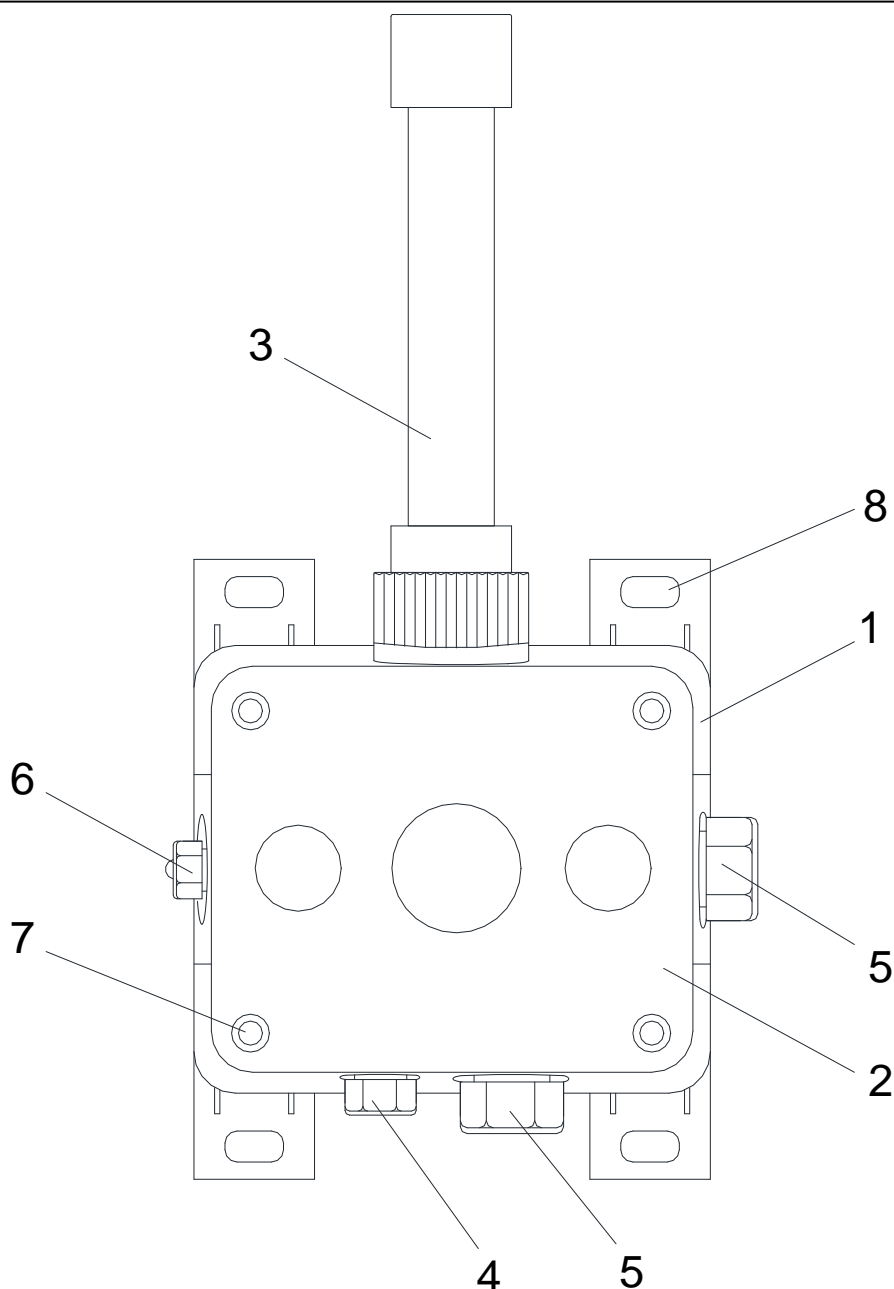

Рисунок 3.1 – Радиомодуль выносной «BPM» (исполнение 04).
3.2 Внешний вид Радиомодуля «ВРМ» приведен на рис. 3.1.
3.3 Конструктивно Радиомодуль «ВРМ» (рис. 3.1), представляет собой устройство в унифицированном корпусе **1** изготовленного из негорючего пластика с антистатическим покрытием со съемной крышкой **2** из того же материала. Крышка **2** оснащена уплотнителем и крепится к корпусу **1** болтами М6 с головкой под спецключ **7**.
5.7 После выполнения монтажных работ кратковременно подать напряжение питания. При правильном подключении Радиомодуля «BPM» светодиод **6** (рис. 3.1) светится зеленым и красным (на вид оранжевым) - индицируют наличие входного напряжения и обоих интерфейсов RS IN и RS OUT.